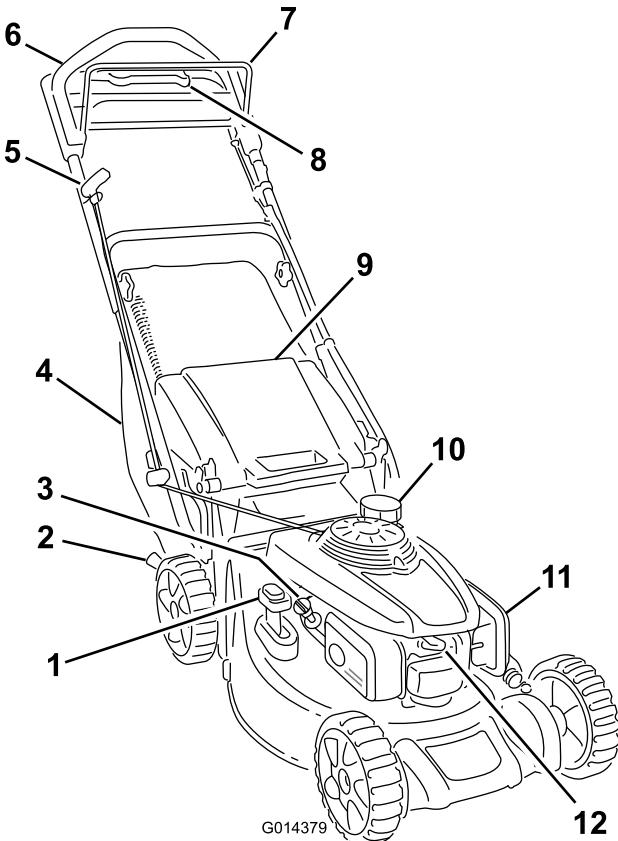

Figuur 9
2. Haak het onderste kanaal van de grasvanger over de onderzijde van het frame (Figuur 9).
- Haak het bovenste en de zijkanaal van de grasvanger achtereenvolgens over de bovenzijde en de zijkanten van het frame (Figuur 9).